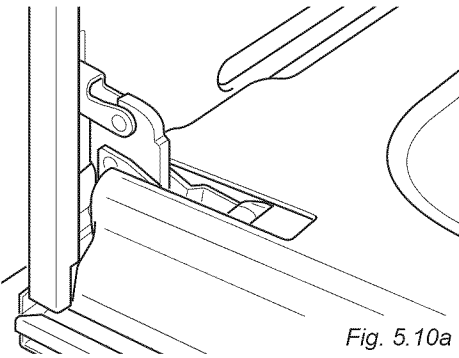

Fig. 5.10a
- Ouvrez complètement la porte du four (fig. 5.10a).